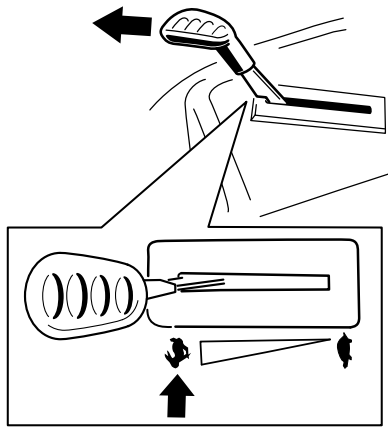

Bild 27
**Hinweis:** Aktivieren Sie die Messer nur, wenn der Gasbedienungshebel in der SCHNELL-Stellung ist (Bild 27).